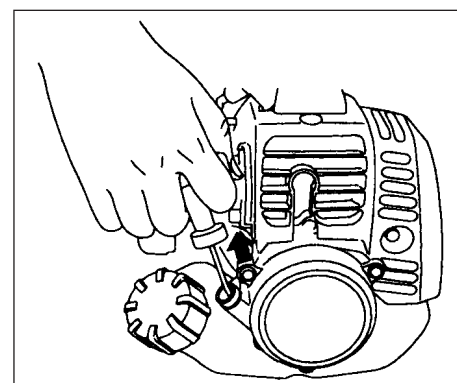

Рис. 2-3B
4. Быстро потянуть возвратный стартер, крепко удерживая рычаг в руке и не позволяя ему защёлкиваться назад. (Рис. 2-3B)